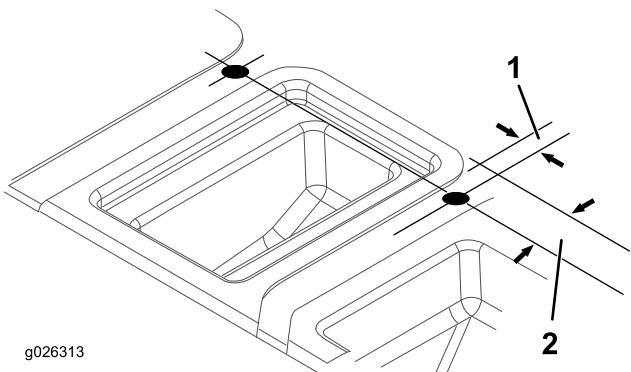

图9
- 按照图9所示的尺寸，在座椅护罩顶部定位、标记并钻出 2 个孔。